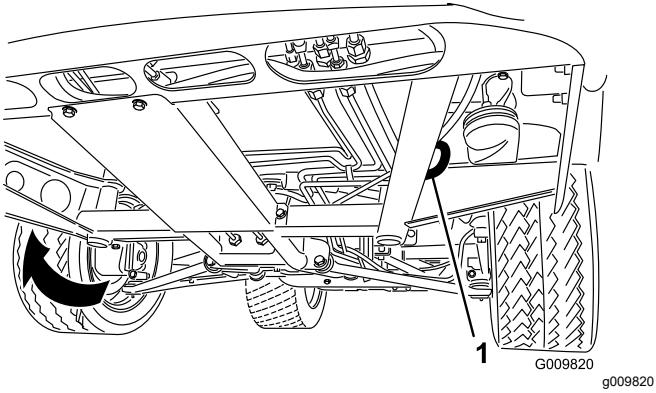
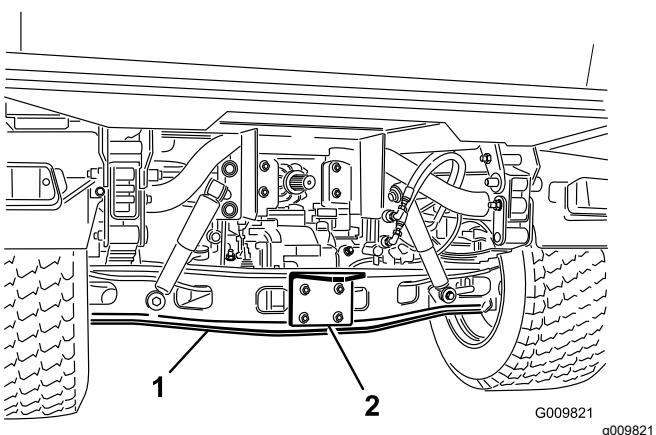

Figure 18
Figure 19
L'emplacement des points d'arrimage sur la machine est indiqué à la Figure 18 et la Figure 19.
- Accrochez un câble de remorquage à la flèche d'attelage à l'avant du cadre de la machine (Figure 18).